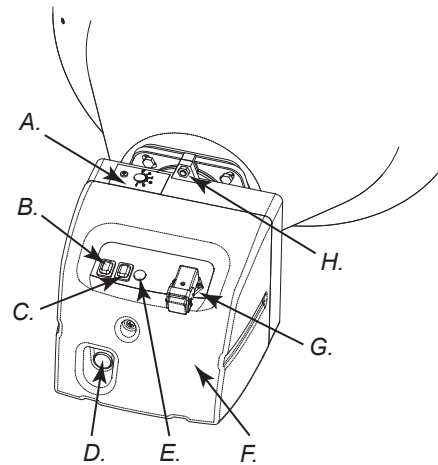
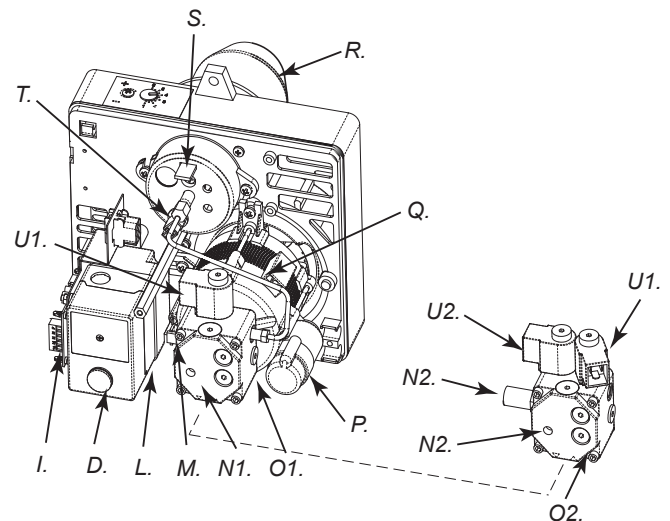

Abbildung 5 - Schaltung
Abbildung 6 - Brennerkomponenten
Den Schalter (B Abb. 5) in Position ON (I) bringen. Die Vorventilation schaltet sich ein. Nach ca. 10 Sekunden beginnt die Verbrennung.
**ACHTUNG: Vor die Ausschaltung achten sie das die Taste (C Abb. 5) in Position  ist.**
Um die maximale Stärke zu erreichen, bringen sie die Taste (C Abb. 5) in Position ().
Bei der ersten Inbetriebnahme oder nach der vollständigen Entleerung der Brennstoffleitungen, kann der Brennstofffluss an der Düse unzureichend sein und zum Einschreiten der Sicherheitsvorrichtung führen, welche die Flamme kontrolliert (siehe Absatz „SICHERHEITSVORRICHTUNG“). Diese schaltet das Heizgerät aus. In diesem Fall warten Sie bitte etwa eine Minute, drücken dann den RESET-Knopf (D Abb. 5 or 6) und schalten den Apparat erneut ein.
2. Den RESET-Knopf (D Abb. 5 or 6) drücken.
Den Schalter (B Abb. 5) in Position OFF (O) bringen oder, falls angeschlossen, das Umgebungsthermostat oder die Kontrollvorrichtung (Timer) richtig einstellen. Die Flamme erlischt und die Ventilation wird fortgesetzt bis die Nachventilation (Abkühlung) abgeschlossen ist.
Das Gerät ist mit einer Sicherheitsvorrichtung (L Abb. 6) ausgestattet, welche die Flamme kontrolliert. Wenn Unregelmäßigkeiten während des Betriebes auftreten, bewirkt diese Vorrichtung die Störabschaltung des Brenners und das Aufleuchten des RESET-Knopfes (D Abb. 5 und 6).
- Bauen Sie den Brennercoffer ab (F. Abb. 5), die Pumpe des Brenners (O. Abb. 6) kennzeichnen.
- Die Schraube (H Abb. 5) lösen, welche den Brenner (A Abb. 3) am Verbrennungsraum festhält.